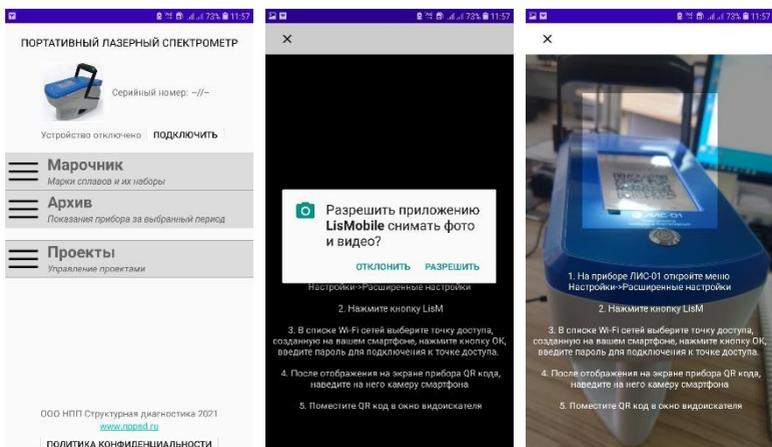

Рисунок 21 Установка и запуск мобильного приложения на смартфоне
6. Поместите QR-код в окно видоискателя (Рисунок 21).